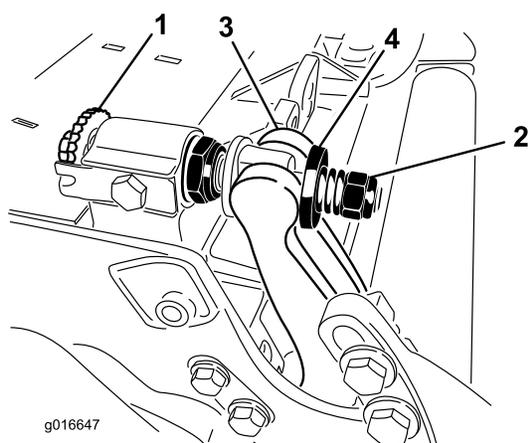

Figura 28
- Ruotate le viti di regolazione della barra di appoggio in senso antiorario per allontanare la controlama dal cilindro (Figura 28).
- Allentate il dado di tensione della molla, finché la rondella non sarà più in tensione contro la barra di appoggio (Figura 28).